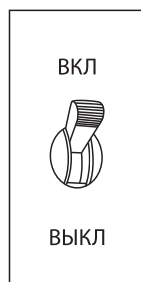

рис. 13
11. Переведите прерыватель цепи в положение «ВКЛ» (рис. 13).